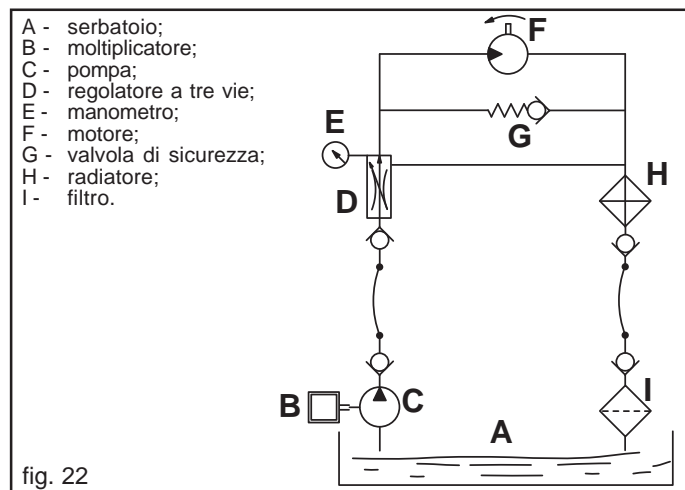

fig. 22
- Alimentazione dell'olio: attenersi ai dati dello schema Fig. 22.